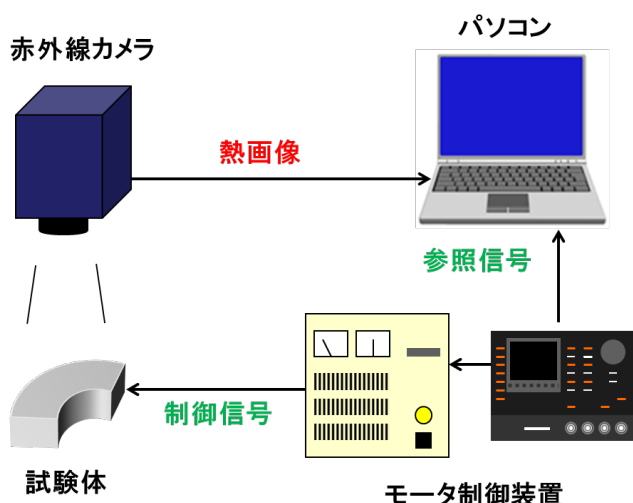
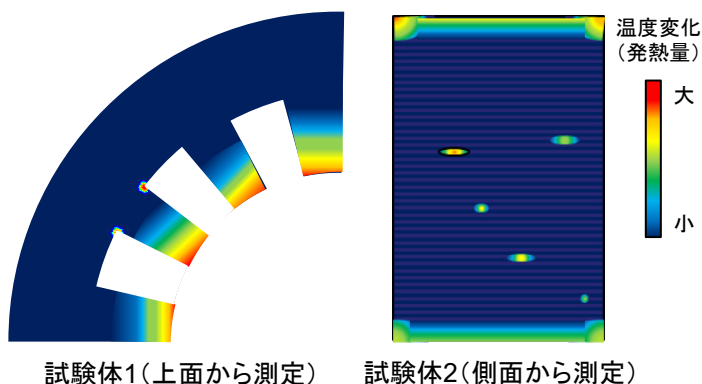

図2 測定システムの概略
図3 測定結果イメージ(発熱分布画像)
- ロックインサーモグラフィによる鉄損発熱測定システムの概略を図2に、測定結果のイメージを図3に示します。